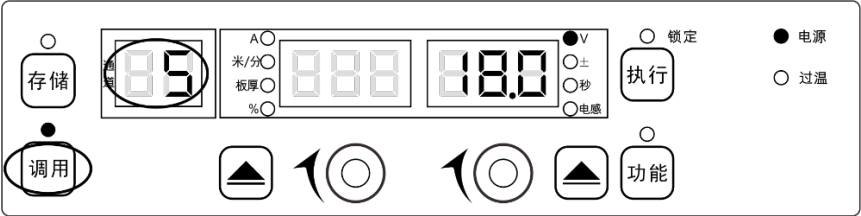

图3-21 调用设置界面
2. 用面板旋钮选择调用的**通道号**（1~99），按**执行键**确定通道号，如图 3-21 所示。